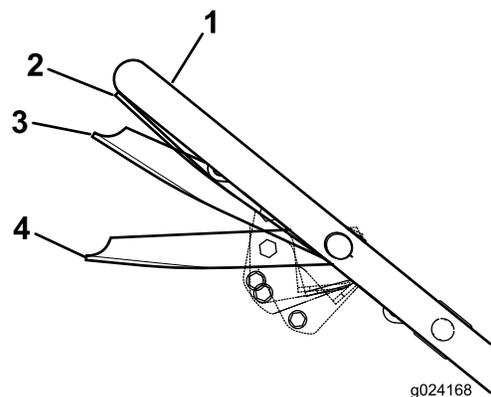

Figura 18
4. Sujete la barra de control de la cuchilla en la posición de marcha/cambio, unos 2.5 cm (1") por debajo del manillar (Figura 18).